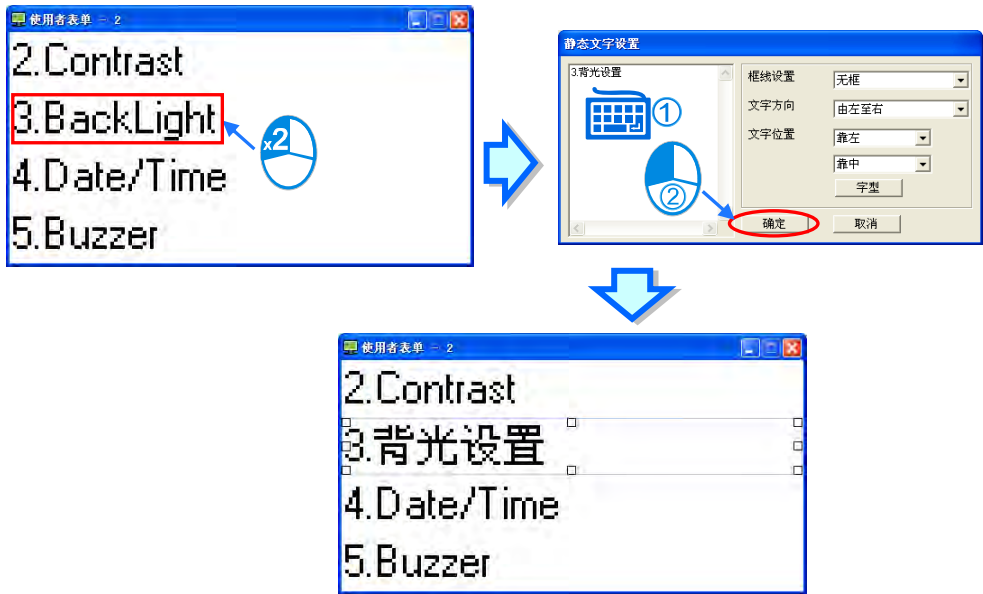

图 3-5 变更用户选项
- (2) 用户可以选择自己所使用的语系去编辑，但是由于这是选项，所有功能都已定义，而且大小也固定，用户不能擅自更改，只能变更语系。
- (3) 选择欲更改的选项页面，将鼠标光标移到要更改的项目，双按鼠标两下，会跳出文字编辑窗口，用户可在此编辑所要的语系，如图 3-5。